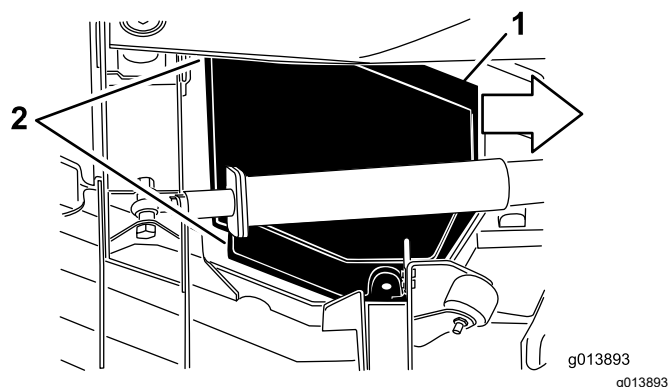

Figure 78
5. Tout en soulevant le capot, faites-le glisser vers le groupe de déplacement d'environ 2,5 cm pour dégager le bord du capot extérieur du plateau (Figure 78).